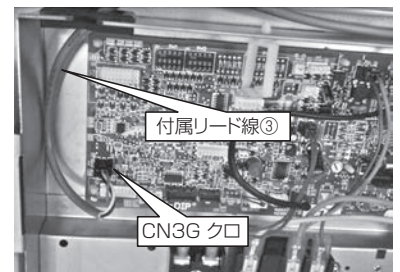

図3-7
- 3) 付属リード線③のコネクタ(3P クロ)を本体制御基板上のコネクタ CN3G(クロ)に確実に差込んでください。(図3-7)